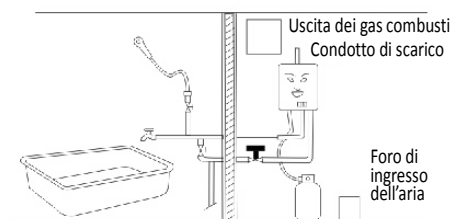

Fig.3
- Non installare lo scaldabagno in camere da letto, seminterrati, stanze da bagno o locali provvisti di ventilazione insufficiente. Il locale di installazione dev'essere ben ventilato e avere una superficie superiore a 6m². Nella parete devono essere praticati un foro di ventilazione e un foro di scarico per i gas combustivi. Il foro di ventilazione deve trovarsi a un'altezza inferiore rispetto allo scaldabagno. (Fig. 3)